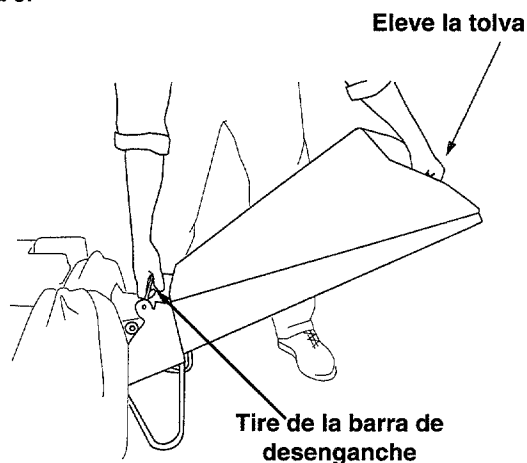

Figura 5
- Para elevar la tolva, sujétela por el mango y levántela hasta que calce en posición. Vea la figura 5.
- Para bajar la tolva, sujétela por el mango y tire de la barra de desenganche. La tolva debería descender. Vea la figura 5.
- Para bajar el conjunto de la tolva, use una mano para sujetar el mango en el tope del conjunto de la tolva y levántelo ligeramente. Vea la figura 5.
- Tire hacia arriba de la barra de desenganche y baje el conjunto de la tolva al suelo. Suelte la barra. Vea la figura 5.